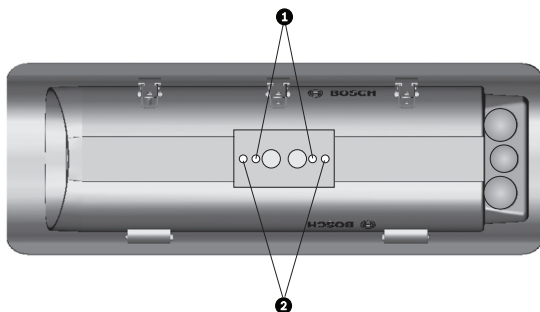

図 5.1 機器接続または貫通配線用のねじ穴位置
2. 4 つのねじ穴 (1/4-20) のうち、外側 2 つは貫通配線マウントを取り付ける為のものです。内側 2 つはその他の機器やパン/チルトユニットを取り付ける為のものです。図 5.1 を参照してください。